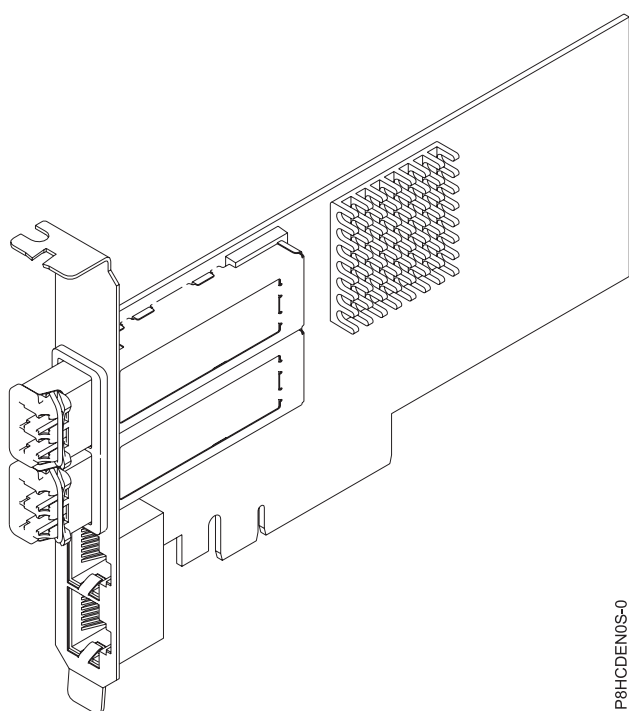

Figura 31. Adaptador FC EN0S
L'adaptador de quatre ports proporciona dos ports de 10 Gb òptics SFP+ (small form-factor pluggable) i dos ports RJ45 Ethernet d'1 Gb. Els dos ports SR de 10 Gb SR tenen connectors de tipus dúplex de connector petit (LC). El transceptor òptic utilitza òptica làser d'ona curta i es connecta amb cables de fibra MMF-850nm amb connectors LC. Consulteu “Cables” a la pàgina 95 per obtenir més informació sobre els cables òptics. Cada port de 10 Gb proporciona connectivitat Ethernet amb una velocitat de dades nominal de 10 Gbps (gigabits per segon). La Figura 31 a la pàgina 94 mostra l'adaptador FC EN0S.